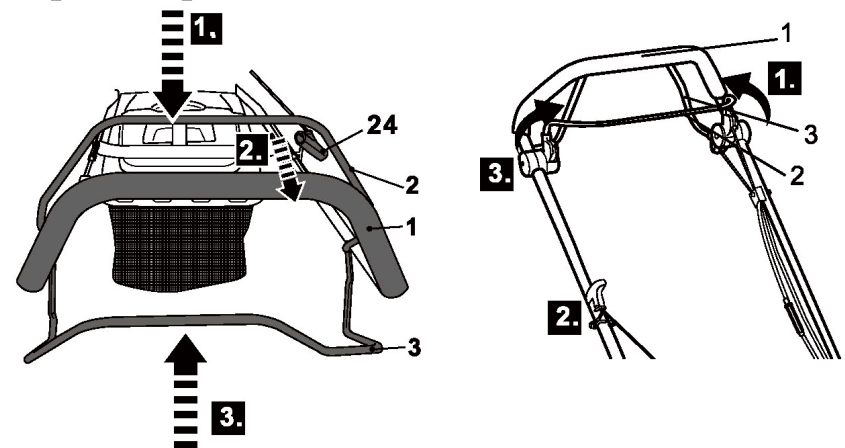

Fig. 25
1. Se placer derrière la poignée (1).
2. Tirer la barre de freinage (2) contre la poignée (1) et la maintenir dans cette position avec une main (Fig. 25, 1).
3. Tirer doucement la poignée du lanceur (24) jusqu'à ce qu'une résistance se fasse sentir, puis la tirer rapidement. Répéter cette opération jusqu'à ce que le moteur démarre (Fig. 25, 2).
4. Pour commencer à tondre, maintenir la barre de freinage (2) à deux mains et tirer la barre d'entraînement (3) vers la poignée (1) (Fig. 25, 3). Le produit avance et commence à tondre.